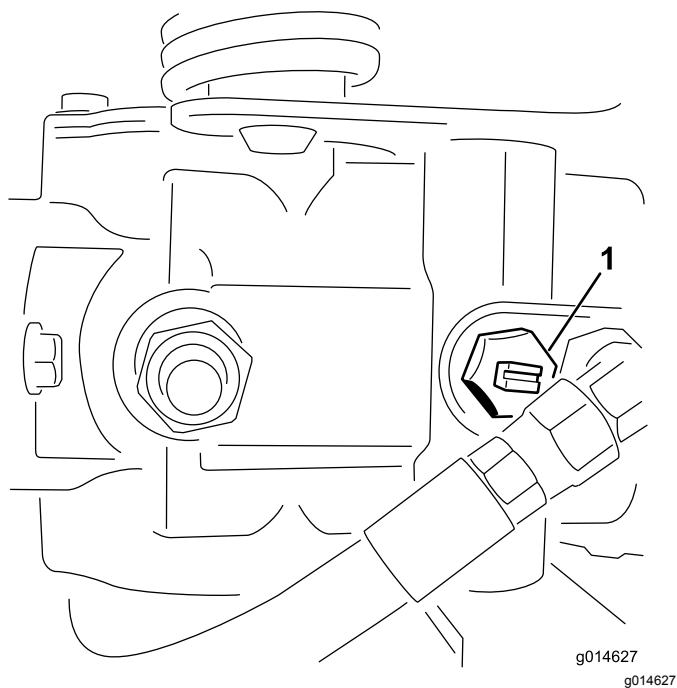

Figura 24
1. Localice la válvula de desvío en la bomba y gírela hasta que la ranura esté en posición vertical (Figura 24).
2. Antes de arrancar el motor, cierre la válvula de desvío girándola hasta que la ranura esté horizontal (Figura 24).